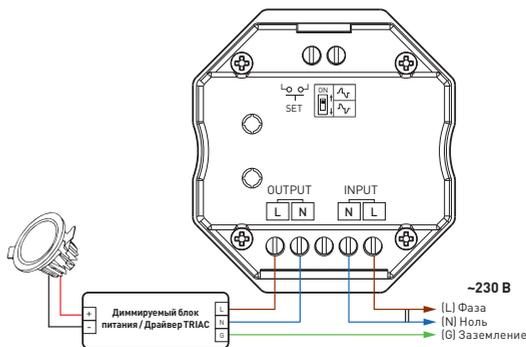

Рис. 3. Схема подключения светодиодных светильников или светодиодной ленты
3.2. Подключите механизм согласно схеме на рис. 3 или 4: